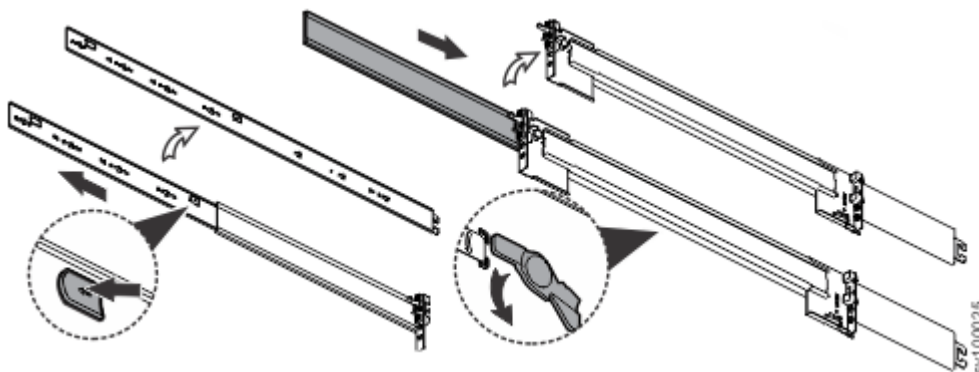

Рисунок 22. Отсоединение внутренней части направляющей
3. Отсоедините внутреннюю часть направляющей (см. Рисунок 22 на стр. 21).